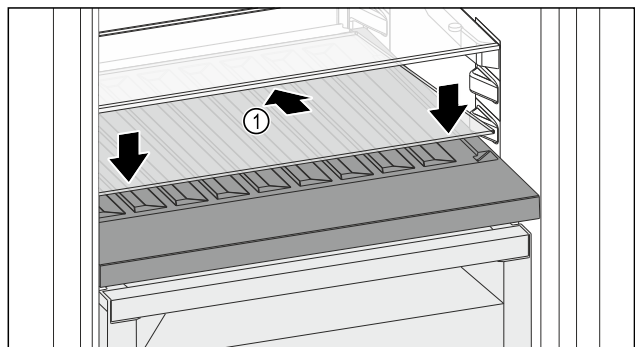

Fig. 116
- ▶ Placer la plaque de verre Fig. 116 (1) en biais et inclinée vers le bas.
- ▶ Abaisser l'avant de la plaque de verre Fig. 116 (1).